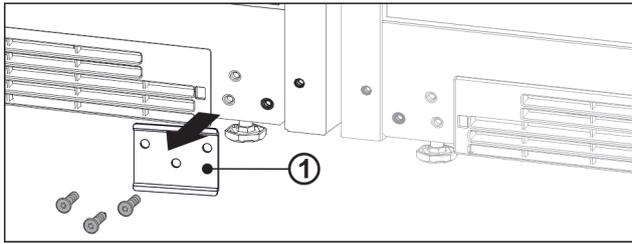

Fig. 17
- ▶ 如果安装了金属片 Fig. 17 (1)，则拧下金属片。